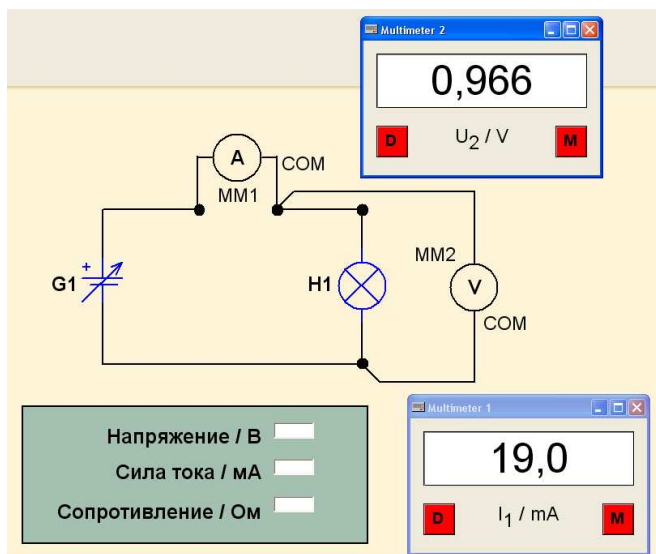

Рис. 3. Таблица значений напряжения, силы тока и сопротивления
10. Перенести мышью значение, показываемое мультиметром 2, в строку таблицы со значениями напряжения постоянного тока (рис. 3).
11. Перенести мышью значение, показываемое мультиметром 1, в строку таблицы со значениями силы тока (см. рис. 3).
12. Вычислить сопротивление нити лампы накаливания, используя встроенный калькулятор. Внести результат в строку таблицы со значениями сопротивления (см. рис. 3).